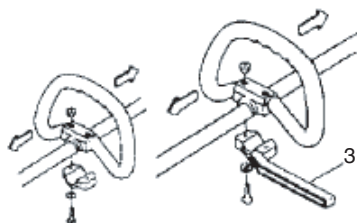

Fig. 2
Utilisez toujours une barre de protection (3) et un harnais de sécurité avec la poignée lors de l'utilisation de lames en acier/rigides montées sur un coupe-herbes ou une débroussailluse à arbre droit. (Fig. 2)